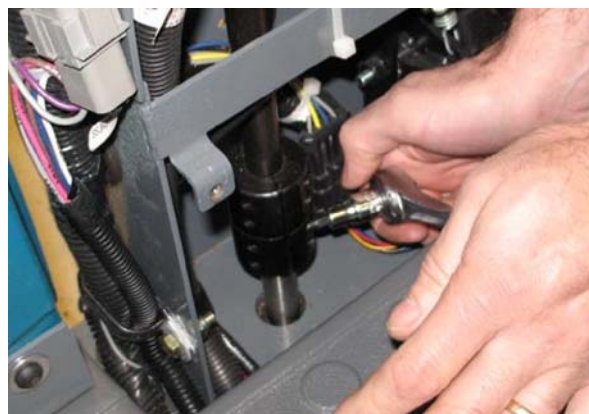

FIG. 12
12. Utilizzare la chiave in dotazione (4) per allentare le quattro viti a testa vuota nel raccordo dello sterzo. (Fig. 12)